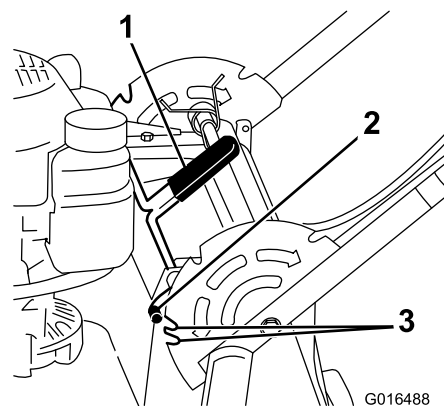

Рисунок 18
1. Слегка поднимите рукоятку и потяните рычаг фиксации рукоятки вперед, чтобы вывести из зацепления пальцы фиксации рукоятки (Рисунок 18).
2. Поверните рукоятку и совместите требуемую прорезь в кронштейне рукоятки с пальцами фиксации рукоятки, см. Рисунок 18.